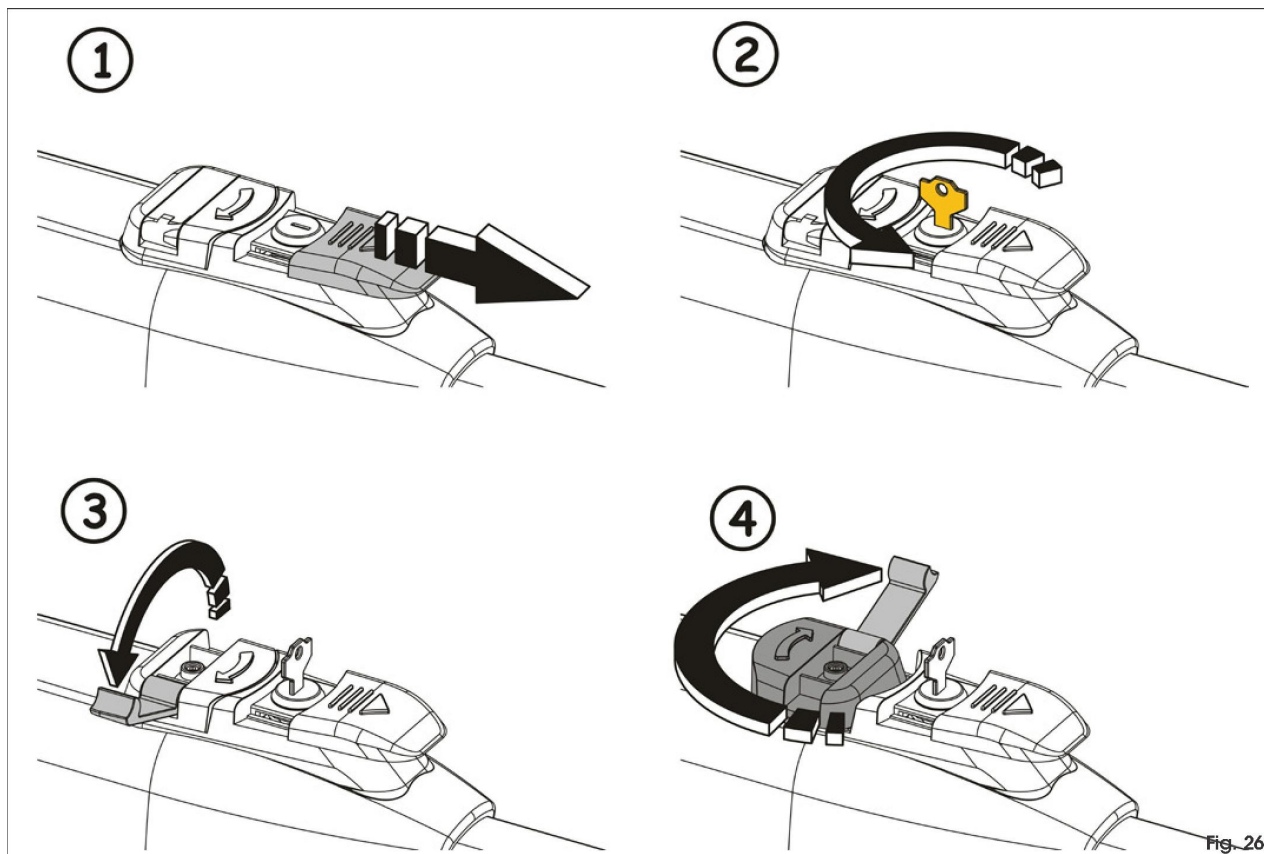

Fig. 26
2. Glisați învelișul de protecție, Fig.26 - 1.
3. Introduceți cheia și rotiți-o la 90°, Fig.26 - 2.
4. Ridicați levierul de manevră, Fig.26 - 3.
5. Pentru deblocarea operatorului, rotiți la 180° levierul de manevră în direcția săgeții prezente pe sistemul de deblocare, Fig.26 - 4.